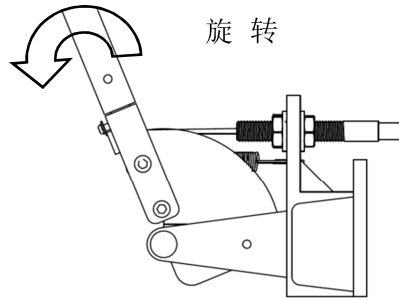

图 27 拉动松闸手柄示意图
2. 拉动松闸手柄使其绕支点旋转见 (P10 图 27),此时制动器打开完成松闸动作。松闸时注意溜车速度和轿厢平层,平层完成立即松开松闸手柄停止松闸。